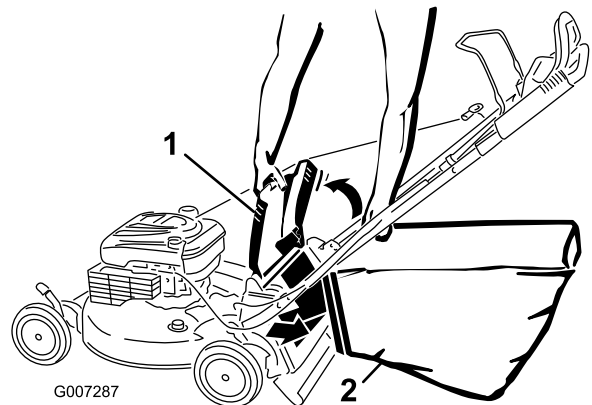

Figura 23
4. Cuelgue el extremo superior delantero de la bolsa de las muescas (Figura 23).
4. Instale el tapón de descarga trasera (Figura 23).